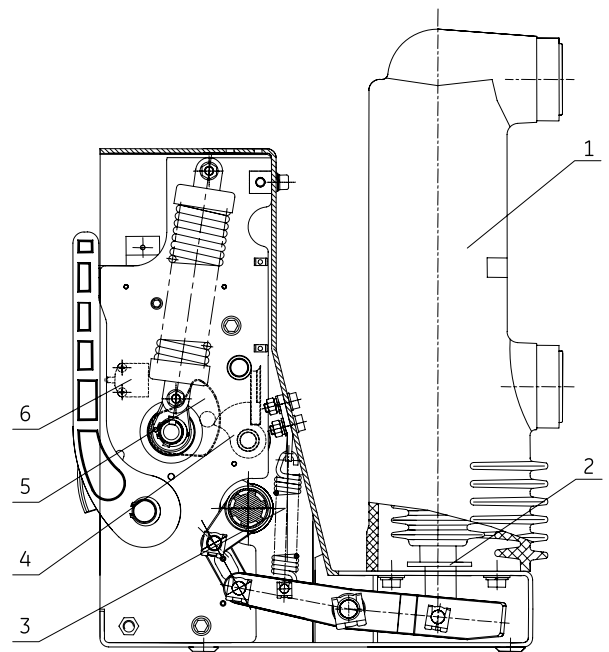

Рис. 3.
Когда пружины взведены, вы услышите громкий щелчок, индикатор состояния пружин (13) покажет, что пружины находятся во взведенном состоянии, путевой выключатель отключит питание от двигателя взвода пружин. На рис. 3 показан выключатель со взведенными пружинами.